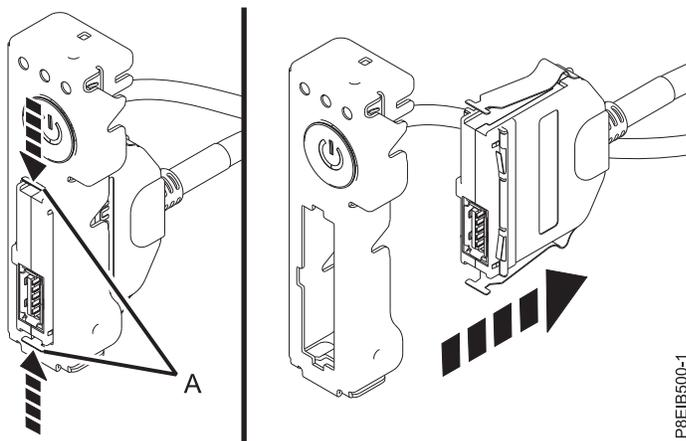

Figure 60. Retrait du câble USB avant de l'interrupteur d'alimentation
10. En appuyant sur le levier de dégagement sur le connecteur (A), débranchez le câble USB avant de l'interrupteur d'alimentation. Voir figure 60, à la page 61.